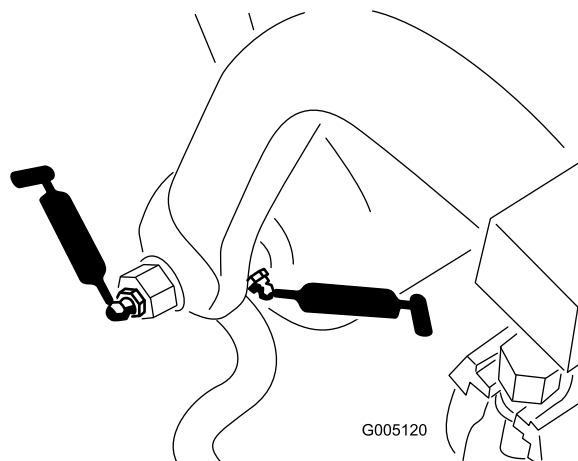

Figura 41
- Eje y rodillo del bastidor de tiro (12) (Figura 41)